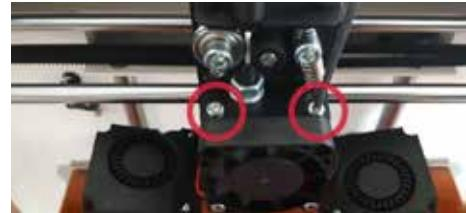

Fig. 74
- ⇒ Allenti le due viti che tengono il gruppo ventola di circa 1 giro (Fig. 74).